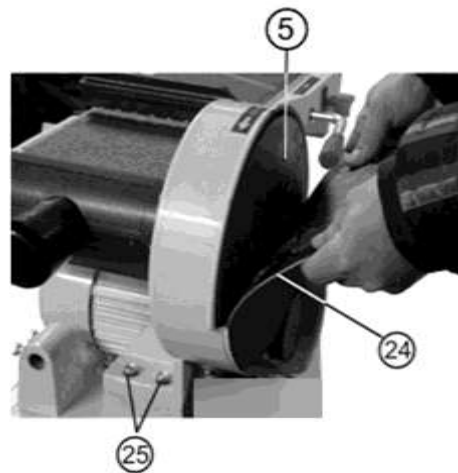

Рис.16
Снимите старую шлифовальную бумагу (24), очистите шлифовальный диск (5) и наклейте на него новую шлифовальную бумагу (24). Обычно шлифовальная бумага (24) имеет самоклеящуюся основу. Если такой основы нет, наклейте шлифовальную бумагу (24) на шлифовальный диск (5), используя, например, клей «Момент», Рис.16.
12.3.3. Выверните болт крепления диска (5), Рис.16.
12.3.5. Снимите диск (5), Рис.16.